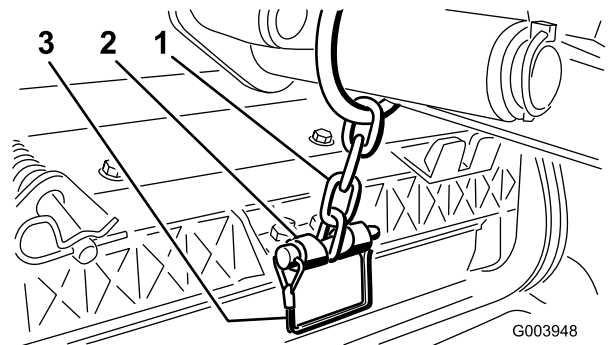

Bild 13
12. Befestigen Sie die Hubarmkette Ständer mit dem Einraststift an der Kettenhalterung (**Bild 13**).